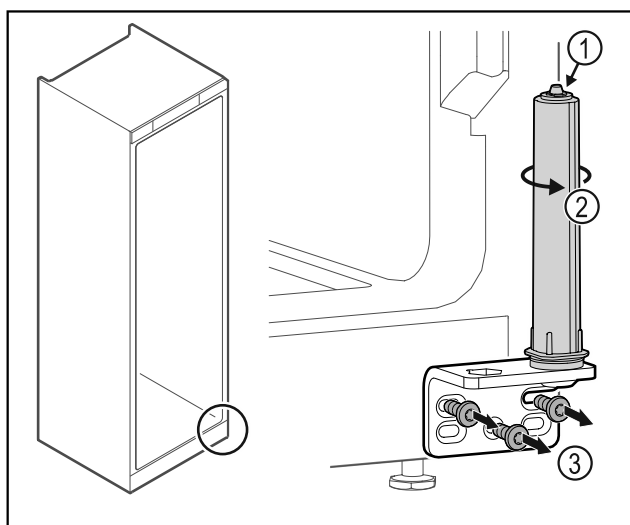

Fig. 29
- Nu dezasamblați sistemul de închidere al ușii Fig. 29 (1).
- Rotiți Fig. 29 (2) sistemul de închidere, până când face clic.
- Deșurubați Fig. 29 (3) colțarul balamalei.